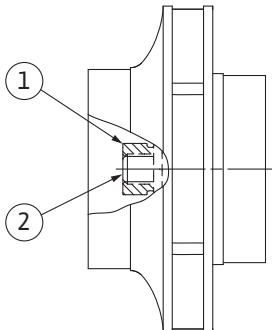

Fig. 107: Posizione corretta del dado girante dopo il montaggio
8. Tenere l'albero fermo con una chiave fissa (SW22 mm) e serrare il dado della girante con la coppia di serraggio prescritta (vedi tabella "Coppie di serraggio" [► 28]). Il dado (Fig. 107, pos. 1) deve essere circa $\pm 0,5$ mm a filo dell'estremità dell'albero (Fig. 107, pos. 2). Se non è così, allentare il dado e ripetere le operazioni 4 ... 8.
9. Rimuovere la chiave fissa e rimontare la lamiera di protezione (Fig. I, pos. 27).